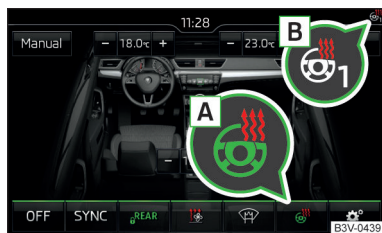

Fig. 84
► Para **encender/apagar**, presionar la tecla **MENU** en el Climatronic → pulsar la superficie funcional  en la pantalla del Infotainment. Con la calefacción encendida está en verde el símbolo en la superficie funcional [A] » fig. 84.
La potencia de calefacción seleccionada de la calefacción del volante se muestra en la pantalla del Infotainment [B] » fig. 84.